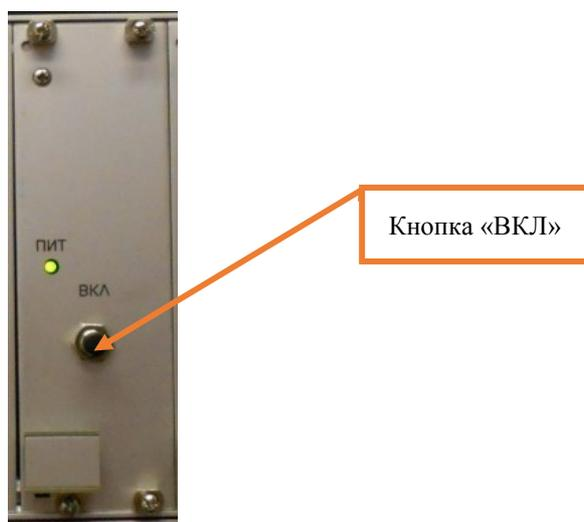

Рисунок 14. Запуск платы ПБО.
7.6.8 Нажать кнопку «ВКЛ» и запустить плату ПБО (Рисунок 14).